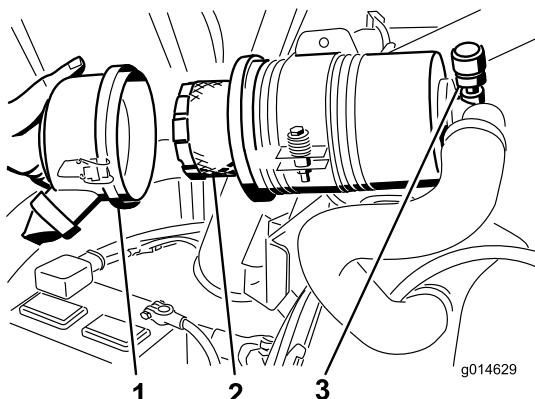

Figura 47
- Retire y cambie el filtro (Figura 47).